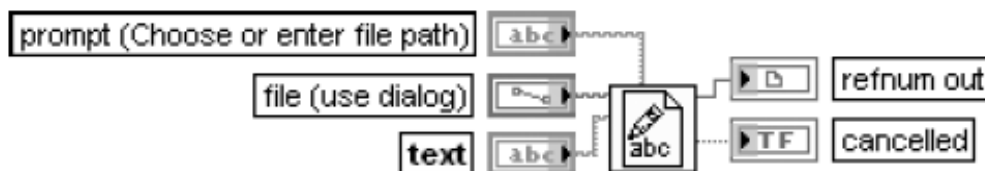

Рис.7.4. – Запись файла
- **Write Text File** - Функция записывает строку символов (**string of characters**) или массив строк в файл. Если ко входу файл (**file**) подключен путь (**path**), то перед записью функция открывает или создает файл и заменяет его предыдущее содержимое. Если к этому входу подключена ссылка, то запись начинается с текущей позиции файла. Для того чтобы произвести дозапись к существующему файлу, необходимо установить позицию файла в его конец с помощью функции **Set File Position** (Установить позицию файла). Эту же функцию можно использовать для организации произвольного доступа. Вход (**prompt (Choose or enter file path)**) (подсказка (выбрать или ввести путь к файлу)) представляет сообщение, которое появляется в заголовке файлового диалогового окна. По умолчанию это пустая строка. Вход (**file (use dialog)**) (файл (использовать диалог)) может содержать ссылку или абсолютный путь к файлу. Если на вход файл подается путь, то функция открывает файл, заданный этим путем. Структурная схема показана на рис.7.4.